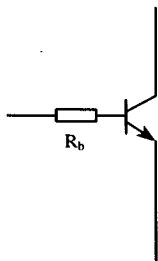
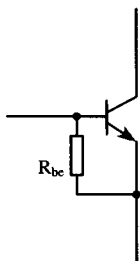
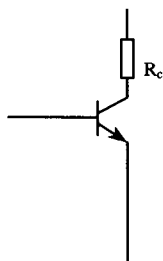
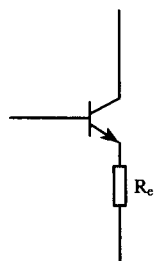

图 1-1
图 1-2
图 1-3
图 1-4
(1) 管子的 β 值:管子的 β 值常以最小值、典型值、最大值或范围给出。
(2) 内部电阻值:这是带阻三极管特有的参数。根据内部电阻所处的位置不同,分别用 R_b 、 R_{bc} 、 R_c 和 R_e 来表示。 R_b 代表基极上所串联的电阻,如图 1-1 所示; R_{bc} 代表基极和发射极上所并联的电阻,如图 1-2 所示; R_c 代表集电极上所串联的电阻,如图 1-3 所示; R_e 代表发射极上所串联的电阻,如图 1-4 所示。